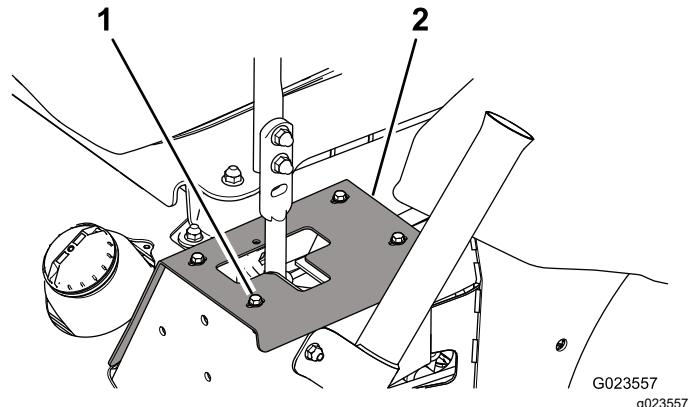

Figure 66
2. Pour accéder aux boulons de fixation de l'amortisseur, retirez les boulons qui fixent les plaques de butée au cadre (Figure 66).